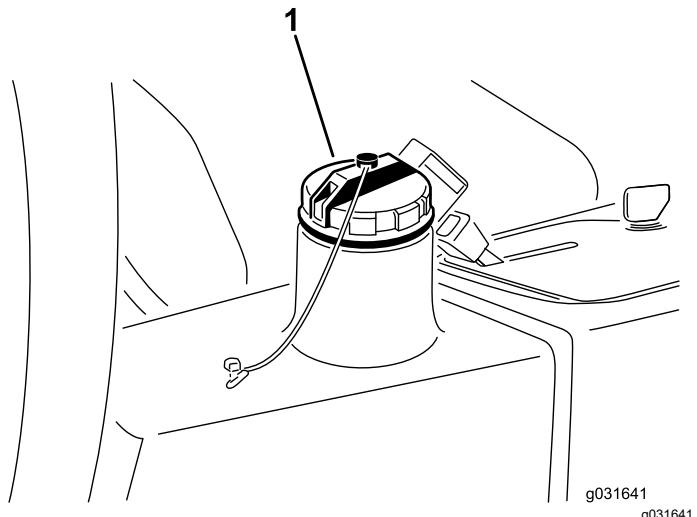

Figura 64
4. Encha o reservatório (Figura 64) com aproximadamente 13,2 litros de fluido hidráulico; consulte Verificação do sistema hidráulico (página 55).